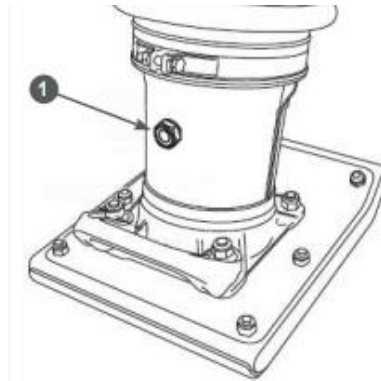

Рис.7 - Проверка уровня масла в рабочем цилиндре 1. Пробка со смотровым отверстием для контроля уровня масла
2. На задней стороне рабочего цилиндра находится пробка 1 со смотровым отверстием для контроля уровня масла в рабочем цилиндре (Рис. 7). Уровень масла должен быть посередине смотрового отверстия.